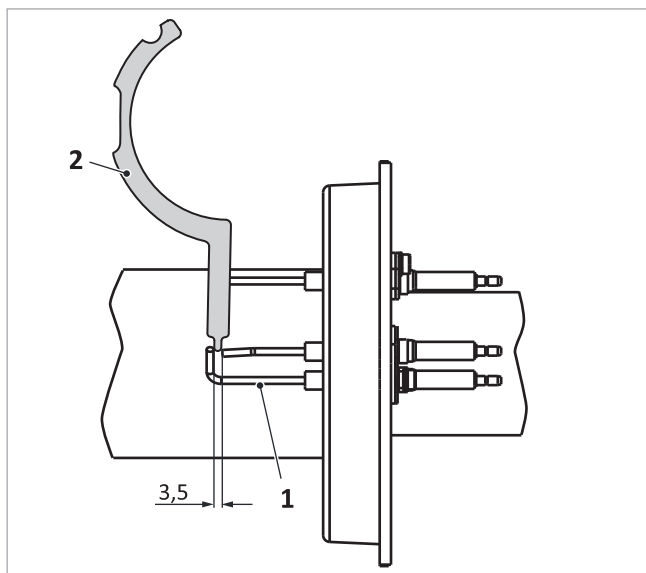

Fig. 143: Distancia entre electrodo a tierra y el electrodo de encendido
1. Compruebe la distancia entre los electrodos de ionización con un calibre de electrodos → fig. 143 (2) y si es necesario dóblelos cuidadosamente para corregirla.
- Electrodo entre sí → fig. 143 (1): 3,5 mm